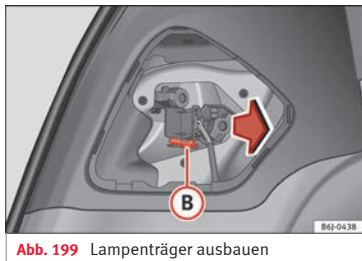

Abb. 199 Lampenträger ausbauen
- Ziehen Sie den Lampenträger durch Drücken der Halteclips **B** »» **Abb. 199** heraus.